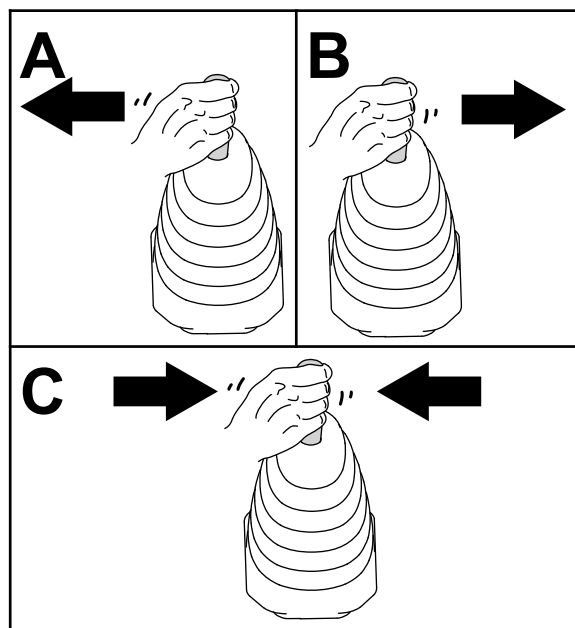

Figura 47
6. Mueva el joystick de la pala cargadora a la izquierda, luego a la derecha, y luego otra vez a la posición de PUNTO MUERTO para aliviar la presión en los acoplamientos hidráulicos (**Figura 47**).